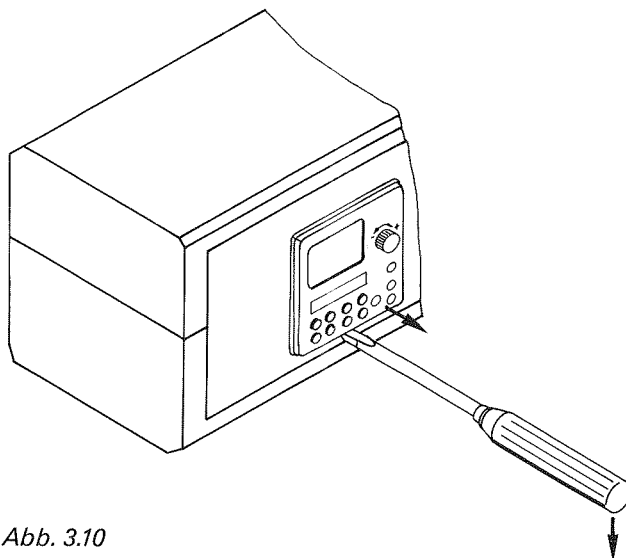

Abb. 3.10
2. Schaltuhr mit einem kleinen Schraubendreher nach vorn ausrasten (an der entsprechenden Aussparung unterhalb der Schaltuhr), und Schaltuhr herausziehen (Abb. 3.10).